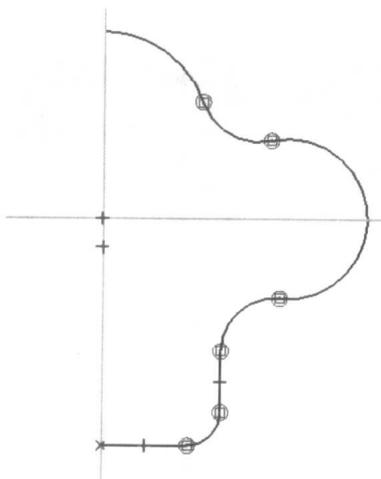

图 1-7
4. 在绘图工具条中，选择直线命令 ，再在动态工具条中连续选择相切弧命令 ，勾画出草图轮廓，如图 1-7 所示。